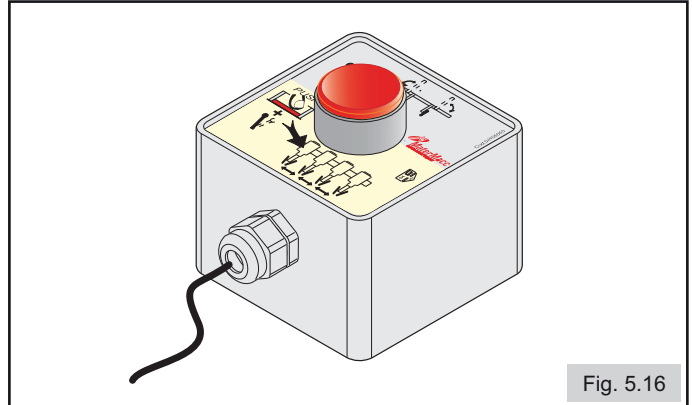

Fig. 5.16
- Take spring **M** to position **A** (Fig.5.16) on both arms.
- Richiudere leggermente i bracci finché il gancio **G** non è scattato e quindi a liberato il perno **P** (Fig.5.16).
- By acting on the hydraulic control open the arms completely so that bolt **K** of the arm hooks onto the frame (Fig.5.16).